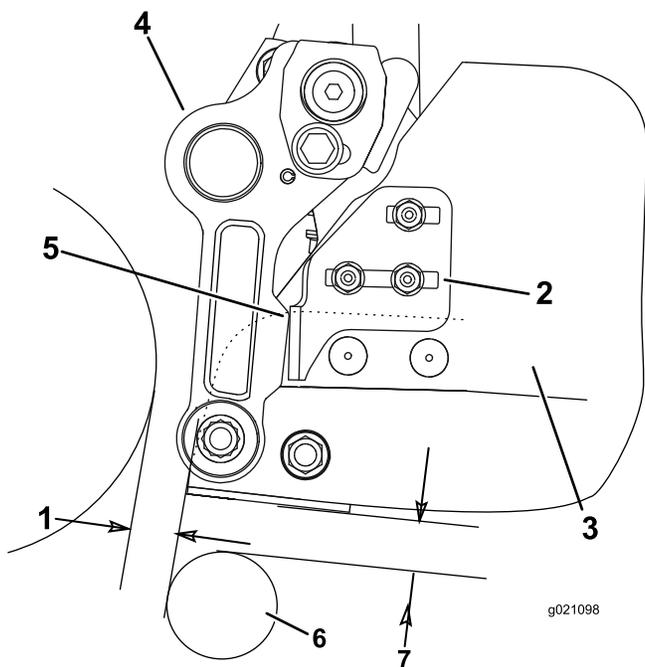

Рисунок 12
- На каждой стороне корзины ослабьте гайки каретных болтов, которые крепят ограничительные кронштейны к корзине (**Рисунок 12**).
- Расположите корзину параллельно режущему блоку с минимальным зазором 6 мм между выступом корзины и барабаном (**Рисунок 12**).